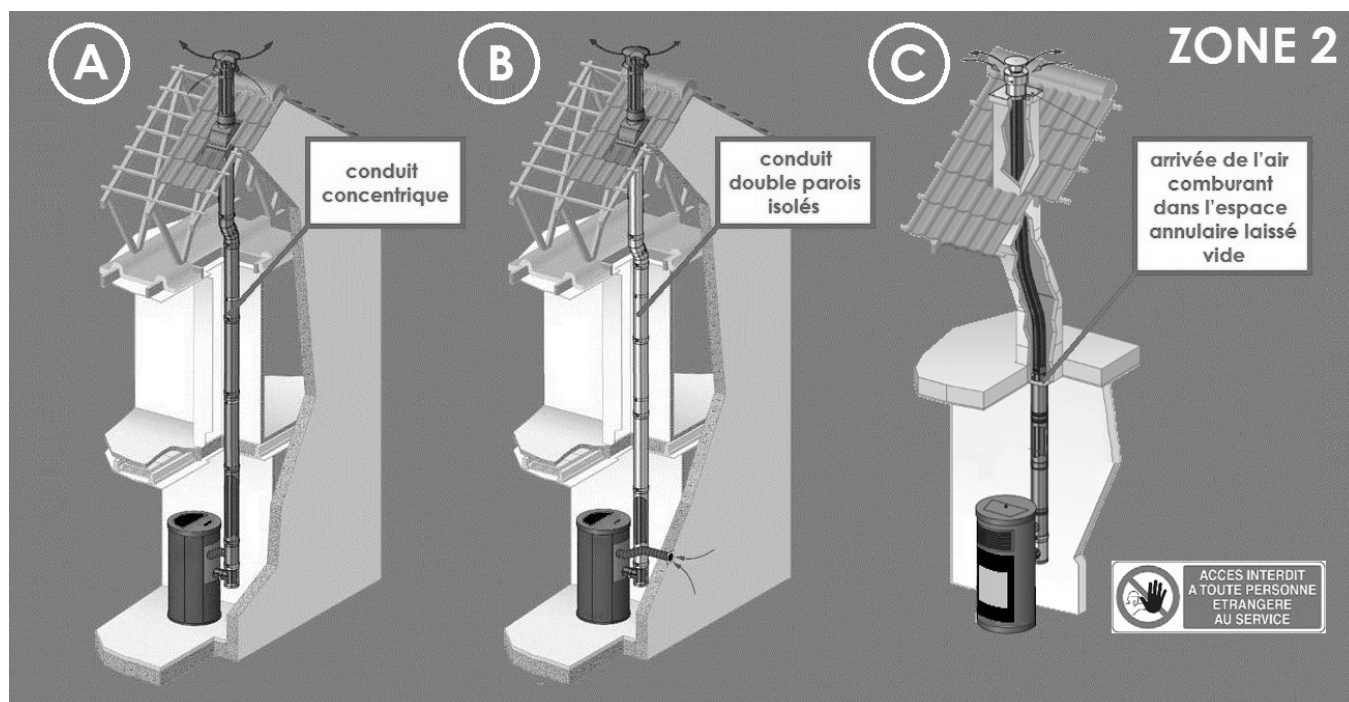

Fig. 16 - Schéma de principe des 3 types de système concentrique avec terminal vertical (ZONE 2)
Voir également le schéma des positions des terminaux sur, voir **Fig. 16**.
ATTENTION : exception sur le prélèvement d'air comburant de l'espace interstitiel du conduit concentrique (C). CADEL et FREEPOINT n'autorisent pas que l'on prélève de l'air comburant de l'espace annulaire laissé vide dans le cas d'un tubage de conduit maçonné comme suggéré dans le schéma dans **Fig. 16**, cas (C).